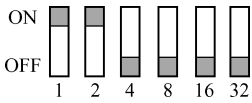

图 11-37 按钮示意图
(2) 伺服系统参数的设置
① 设置伺服驱动器的站地址。本例伺服系统的站地址设置为 3。伺服驱动器上有一排按钮用于设置地址，每个按钮对应一个“8-4-2-1”码的数据，所有的按钮处于“ON”位置时，对应的数据之和就是站地址。按钮示意图如图 11-37 所示，按钮 1 和 2 处于“ON”位置，所以对应的数据为 1 和 2；而按钮 3、按钮 4、按钮 5 和按钮 6 处于“OFF”位置，所对应的数据为 0，站地址为 $1 + 2 + 0 + 0 + 0 + 0 = 3$ 。这个设置方法与 MM440 变频器的站地址设置是一样的，因为实际上 SINAMICS S120 也是变频器。
【关键点】 图 11-37 设置的站地址 3，必须和 STEP 7 软件中硬件组态的地址保持一致，否则不能通信。此外，设置完成后必须断电，设置的地址才能起作用。